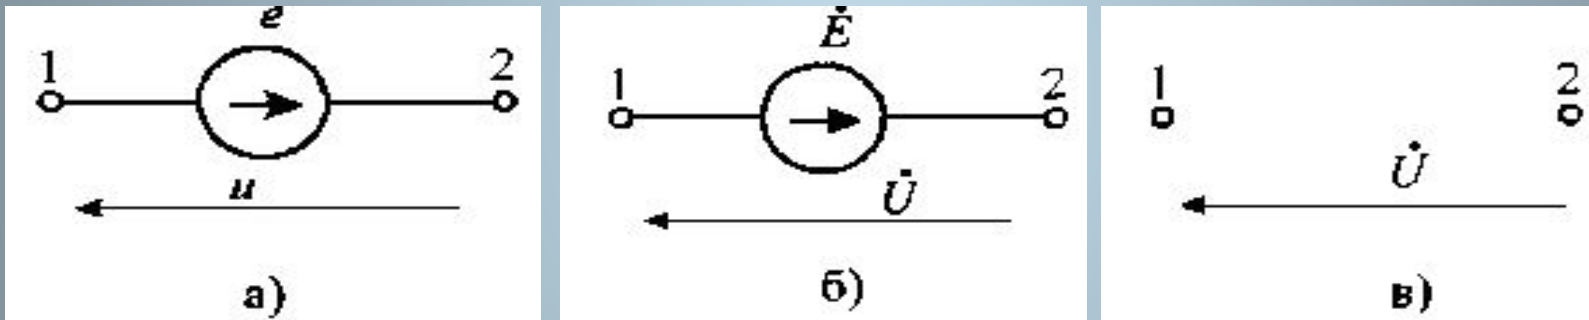

Рис. 2.2. Условные обозначения идеальных источников ЭДС
- Источники синусоидальной ЭДС (источники синусоидального напряжения) показывают на схемах с помощью условных обозначений (рис. 2.2, а, б) или только указывают напряжение между зажимами источника (рис. 2.2, в), т.к. в большинстве случаев принимают источники идеальными и ввиду равенства нулю их внутреннего сопротивления имеем $e = u$, $\dot{E} = \dot{U}$ и т.д.